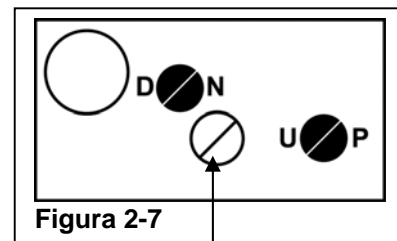

Figura 2-7
- Paso 1. Gire el tornillo de ajuste de desplazamiento (consulte la Figura 2-7) en el sentido contrario al de las agujas del reloj hasta que haga tope (no lo cargue) y media vuelta hacia atrás.